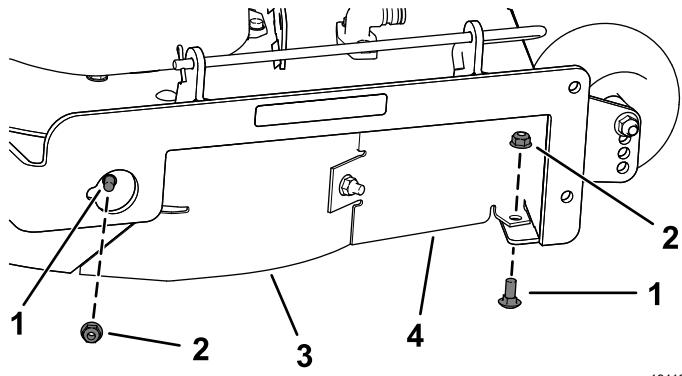

Рисунок 14
- Отверните 2 каретных болта (5/16 x 3/4 дюйма) и 2 контргайки (5/16 дюйма), которые крепят собранный узел правого дефлектора с ограждением дефлектора к деке газонокосилки (Рисунок 14).